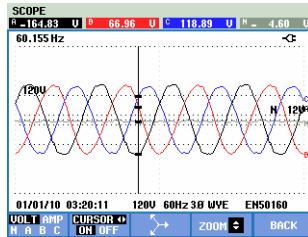

Figura 23-3. Tela de forma de onda com cursor e zoom ativados
- As teclas de seta para cima/para baixo atribuem zoom na direção vertical (Figura 23.3).